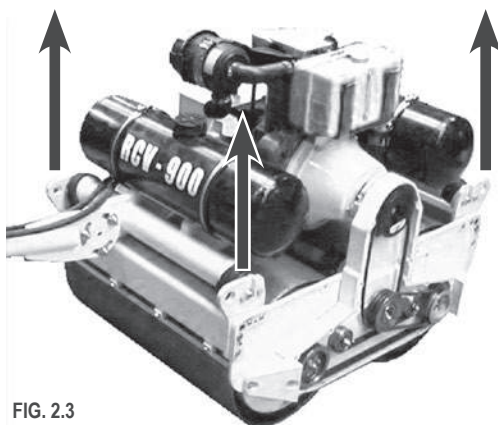

FIG. 2.3
- Para cargar el Rodillo RCV-900 con una pluma, el gancho se debe colocar centrado respecto a los cáncamos disponibles en el Rodillo RCV-900. (Ver Fig. 2.3.)